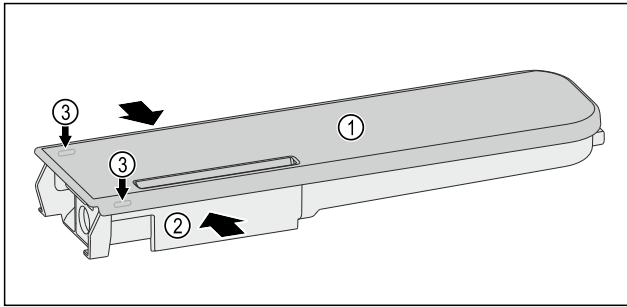

Fig. 123
- ▶ Wasserbehälter Fig. 123 (2) zusammendrücken und Deckel Fig. 123 (1) vorsichtig über die Rastnasen Fig. 123 (3) hebeln und hochziehen.
- ▶ Deckel Fig. 123 (1) leicht hin- und herbewegen und nach oben entnehmen.